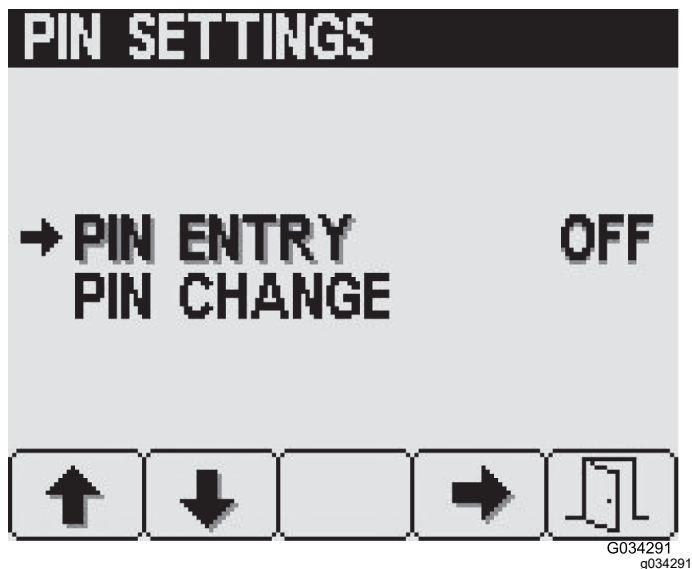

Figura 25
1. Pulse el botón 1 o el botón 2 para seleccionar la opción INTRODUCCIÓN DEL PIN (Figura 25).
2. Pulse el botón 4 para ACTIVAR o DESACTIVAR el requisito del PIN (Figura 25).